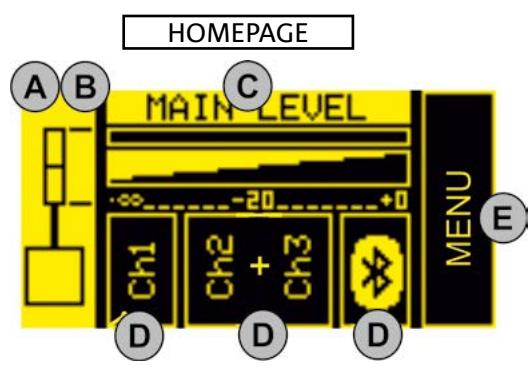

Abbildung 1
Auf der Seite HOME (Abb. 1) finden sich die grundlegenden Bedienungsfunktionen:
- mit [5] das linke Kästchen wählen [Abb. 1], um es hervorzuheben. Bestätigen und zur Auswahl der geeigneten Konfiguration drehen. Das ES1203-System kann wie folgt eingestellt werden:
- DOPPEL-STEREO-KONFIGURATION MASTER LEFT (ML)
- DOPPEL-STEREO-KONFIGURATION SLAVE LEFT (SL)
- DOPPEL-STEREO-KONFIGURATION MASTER RIGHT (MR)
- DOPPEL-STEREO-KONFIGURATION SLAVE RIGHT (SR)